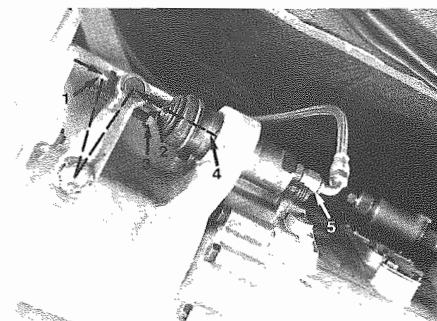

Fig. 2 - 1) Dado - 2) Puntalino - 3) Vite - 4) Anello seeger - 5) Tubo
Sulla vettura (**Fig. 2**) (vedi pag. 7-1).
Allentare il dado 1 di **Fig. 2**;
- Regolare la lunghezza della vite di fondo corsa 3 (**Fig. 2**) (vedi pag. 7-1).
On the car (**Fig. 2**) (see page 7-1).
Loosen nut 1 of **Fig. 2**;
- Adjust the length of screw 3 (**Fig. 2**) (see page 7-1).
- Smontare la pompa secondaria (Fig. 2):
- Disassemble control pump (Fig. 2):